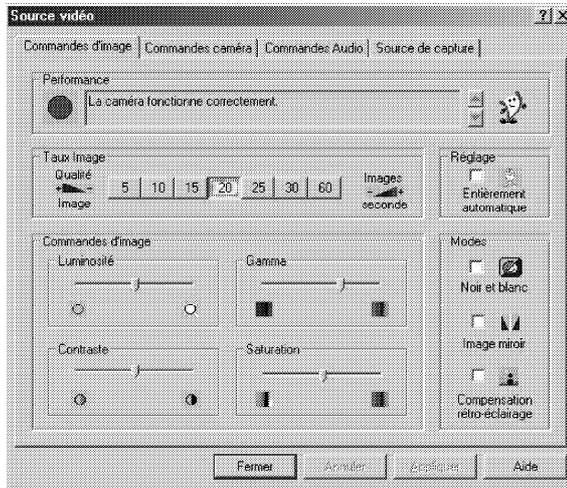

Figure 3
- Décocher le **Réglage entièrement automatique** (Figure 3) et choisir le nombre d'**Images par secondes**. Les chutes avec frottements sont lentes, 25 ou 30 images par seconde suffisent.